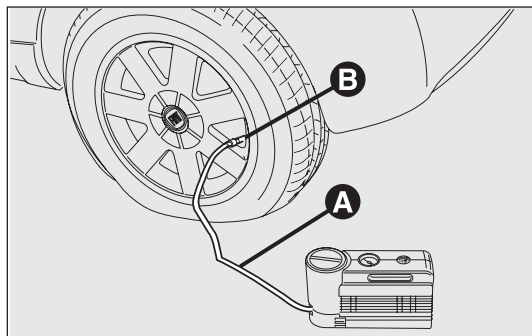

fig. 134
- Tirare il freno a mano. Svitare il cappuccio dalla valvola del pneumatico, estrarre il tubo flessibile di riempimento A-fig. 134 ed avvitare la ghiera B sulla valvola del pneumatico;